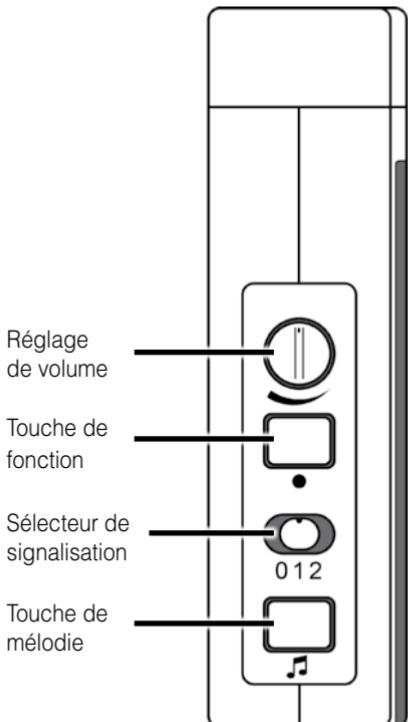

Figure 2 : Réglage et touches
À l'aide de l'interrupteur coulissant de sélection du signal (fig. 2 « **0 1 2** »), vous pouvez choisir le type de signalisation. Veuillez noter que les symboles sont toujours éclairés par des diodes électroluminescentes de couleur.
- a) Appuyez longuement sur la touche »●« (fig. 2). Les symboles s'allument les uns après les autres. Relâchez la touche dès que le symbole souhaité s'allume.
- c) Appuyez pendant 2 secondes sur la touche de sélection de la mélodie »♪« (fig. 2). Relâcher la touche et réappuyez sur la touche de sélection de la mélodie aussi souvent jusqu'à ce que vous ayez trouvé la séquence de son que vous souhaitez (16 séquences de sons au choix).